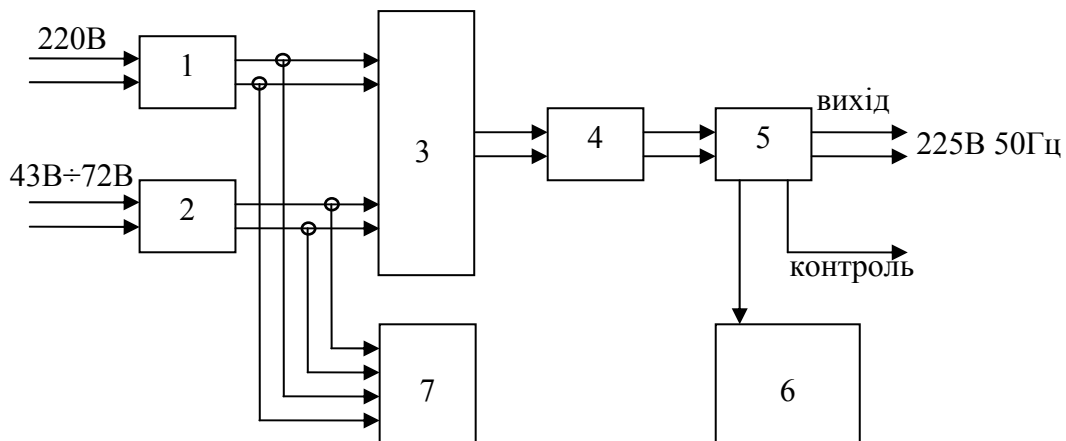

Рисунок 1 Схема електрична функціональна ПН48/60-220-1кВт(1U)
2.1.3.7 Джерело внутрішнього живлення (рис.1, поз.7) використовується для живлення всіх функціональних вузлів ПН.